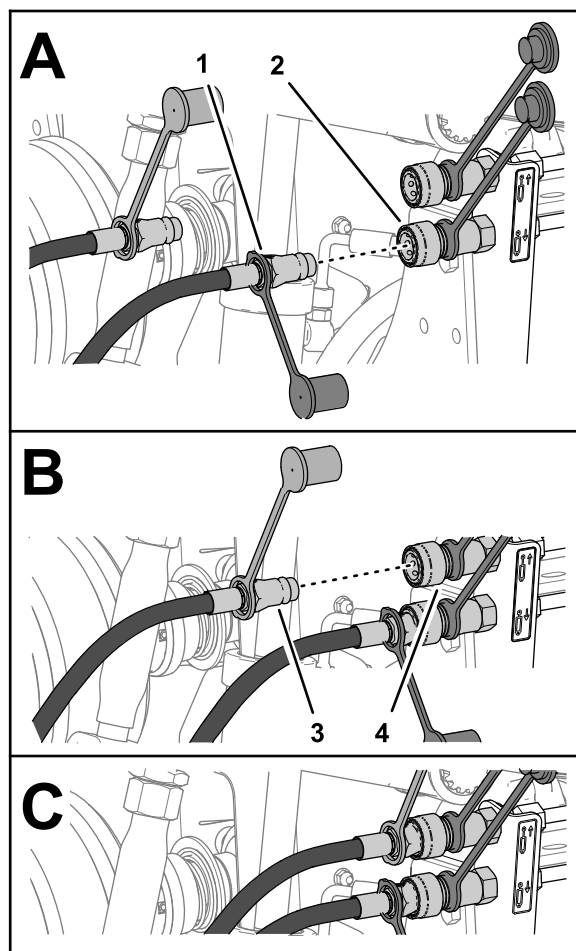

図 33
- シリンダ伸長用ホースのクイックコネクトフィッティングを後部アタッチメント下降用回路のクイックディスコネクトカップリングに接続する 図 33。